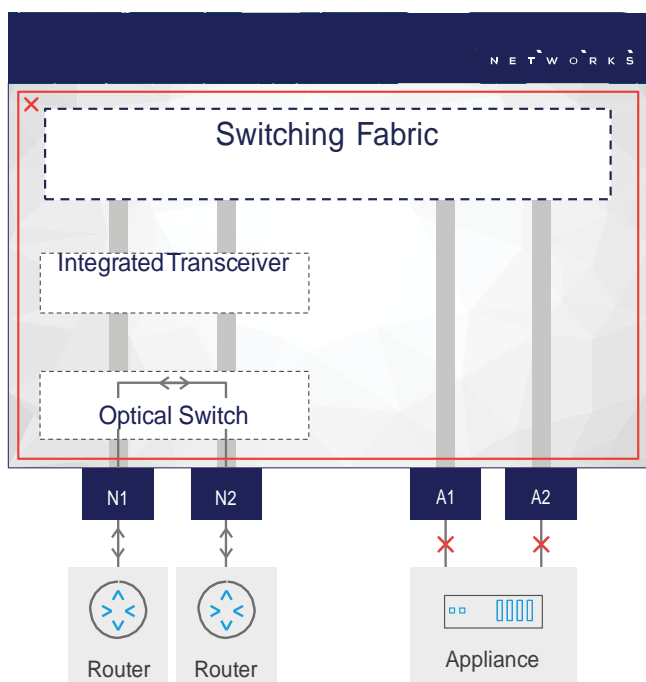

图 4: Power Failure Mode
- 保护当出现 bypass 激活时网络流量直通. 当设备掉电时，如图 4，bypass 模块会保证网络流量正常直通，确保链路不中断。